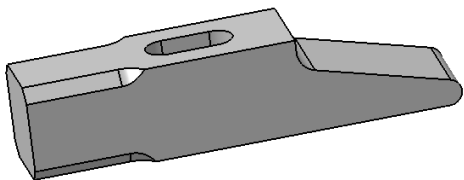

图 3-75 榔头
8. 完成榔头的建模，如图 3-75 所示。复习凸台、凹槽、开槽等工具的应用。详细绘制步骤可参阅“素材文件\第 3 章\ex\榔头.PDF”文件。